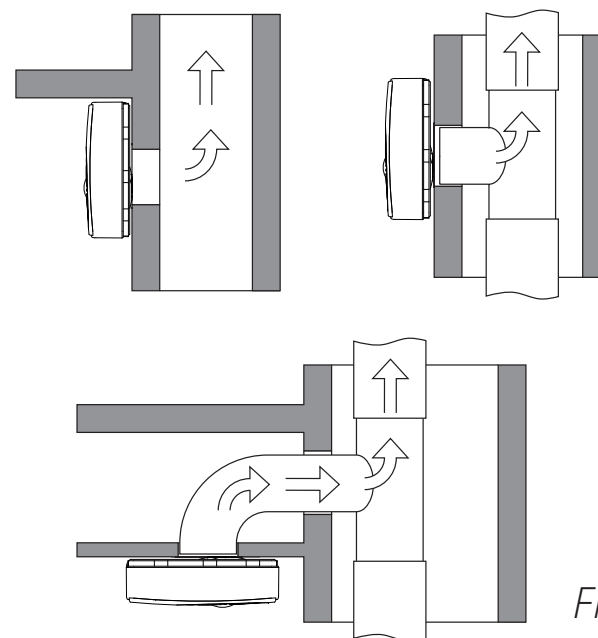
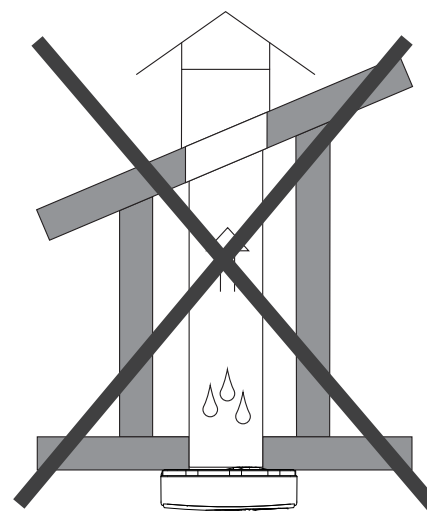

Fig. 2
Fig. 3
- Ved vertikalt avtrekk skal det være avgrening mot viften, Fig. 2. Direkte vertikalt avtrekk er ikke tillatt, Fig. 3.